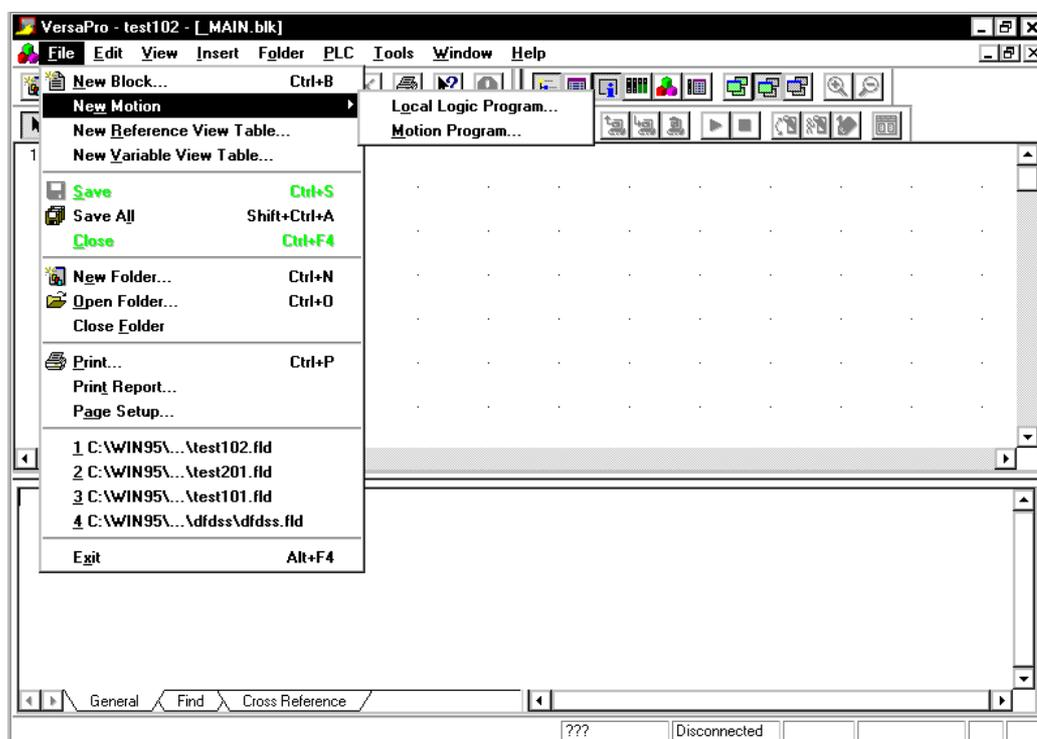

Рис. 10-2. Создание программы Local Logic в VersaPro
1. Чтобы создать программу Local Logic, откройте папку VersaPro, выберите команду **File** (Файл), затем выберите пункт меню **New Motion** (Новое движение), а затем - **Local Logic**. (Рис. 10-2).